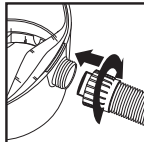

FIGURE 30
53. Réinsérez le tuyau dans l'admission et serrez l'écrou autobloquant. **FIGURE 30.**